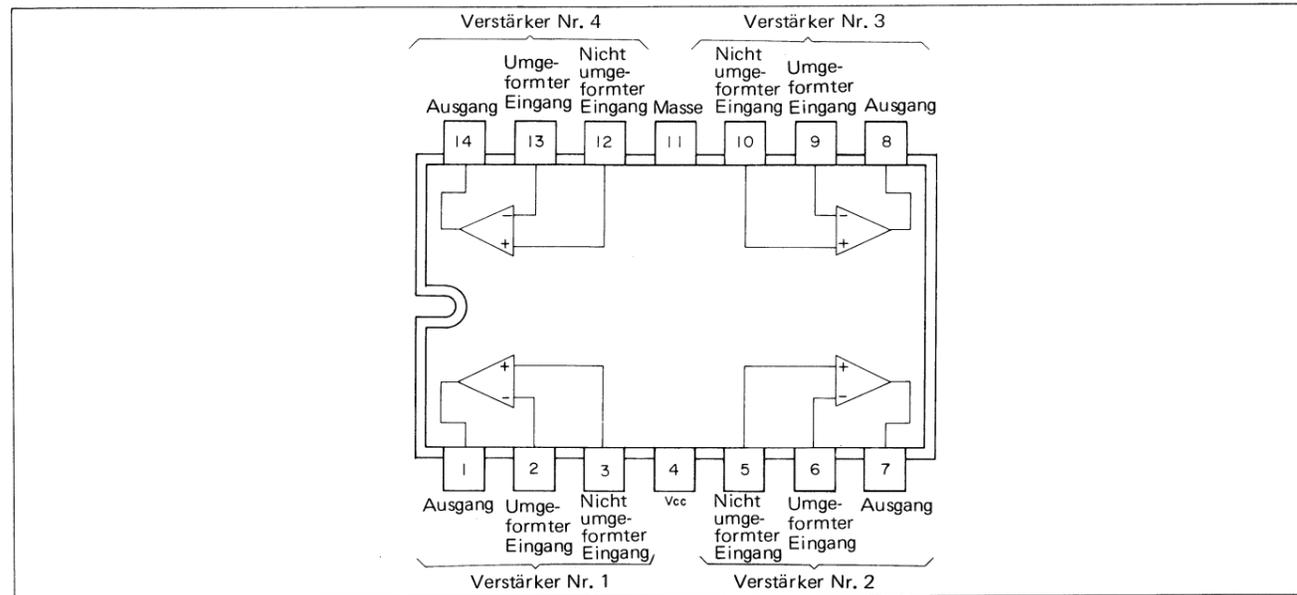

Abbildung 13-1 BETRIEBSVERSTÄRKER
Abbildung 13-1 zeigt eine Draufsicht des Betriebsverstärkerkreises (integrierte Schaltung), die für das Modell ST-5100H verwendet wird. In diesem integrierten Schaltkreis sind die Stifte ②, ⑥, ⑨ und ⑬ die umformenden Eingangsklemmen, die Stifte ③, ⑤, ⑩, und ⑫ die nicht umformenden Eingangsklemmen und die Stifte ①, ⑦, ⑧ und ⑭ die Ausgangsklemmen. Nachstehend wird das Verhalten eines der vier Betriebsverstärker, der aus den Stiften ①, ② und ③ besteht, beschrieben. Falls die Spannung am Stift ③ (Seite ⊕) höher ist als diejenige am Stift ② (Seite ⊖), entsteht am Stift ① eine Ausgangsspannung; im umgekehrten Falle entsteht am Stift ① jedoch kein Ausgang. Mit anderen Worten wird nur dann eine Ausgangsspannung am Ausgangsstift erzeugt, wenn die Spannung am umformenden Eingangsstift höher ist als diejenige am nicht umformenden Eingangsstift; dasselbe Prinzip gilt auch für die drei anderen Betriebsverstärker im integrierten Schaltkreis. Die obigen Ausführungen erleichtern das Verständnis des Inhalts des nächsten Abschnittes "Beim Verstimmen des Gerätes".
(1) Falls die Spannung am Stift ⑦ des IC101 höher ist als die Bezugsspannung (wenn die auf der Skala angezeigte Spannung niedriger ist als die zum Abstimmen vorgesehene Frequenz):
Die Spannung des Stiftes ⑦ des IC101 wird den Stiften ⑥ und ⑬ des IC502 und die Bezugsspannung den Stiften ⑤, ⑩ und ⑫ des IC502 zugeleitet. Die Stifte ⑤, ⑥ und ⑦ des IC502 bilden einen Betriebsverstärker; die Stifte ⑤ und ⑥ sind der Eingang und der Stift ⑦ ist der Ausgang. (Siehe Abbildung 13-1.)
Ist nun die Spannung am Stift ⑥ des IC502 höher als die Bezugsspannung (am Stift ⑤), entsteht am Ausgangsstift ⑦ des IC502 kein Ausgang, so daß die Leuchtdiode LED508 (UKW-Mittenabstimmmanzeige) nicht aufleuchtet. Außerdem wird die dem Stift ⑬ des IC502 zugeleitete Spannung zum Betriebsverstärker weitergeleitet, der aus den Stiften ⑫, ⑬ und ⑭ des IC502 besteht. (Siehe Abbildung 13-1.) Da die Spannung an diesem Stift ⑬ höher ist als die Bezugsspannung (am Stift ⑫), wird am Ausgangsstift ⑭ keine Spannung erzeugt – tatsächlich wird eine sehr geringe Spannung von 0,6 V erzeugt, die aber in Hinsicht auf das Aufleuchten der An-
zeigen vernachlässigt werden kann. Die Spannung am Stift ⑭ wird dann über den Widerstand R509 dem Stift ⑨ zugeleitet, und da am Ausgangsstift ⑧ des aus den Stiften ⑧, ⑨ und ⑩ gebildeten Betriebsverstärkers (siehe Abbildung 13-1) eine Spannung erzeugt wird, leuchtet die Leuchtdiode LED506 (UKW-Mittenabstimmmanzeige) auf. Beim Aufleuchten der Leuchtdiode LED506 wird über die Diode D509 und den Widerstand R526 der Basis des Transistors Q504 eine Vorspannung zugeleitet. Dadurch wird er Q504 eingeschaltet und der Q503 ausgeschaltet, so daß das Mittlere Segment der UKW-Mittenabstimmmanzeige, d.h. die Leuchtdiode LED508, nicht aufleuchten kann.
(2) Falls die Spannung am Stift ⑦ des IC101 niedriger ist als die Bezugsspannung (wenn die auf der Skala angezeigte Frequenz höher ist als die zum Abstimmen vorgesehene Frequenz):
Bei Abstimmung des Gerätes besteht kein Potentialunterschied zwischen den Stiften ⑦ und ⑩, die beide mit dem UKW-ZF-Verstärker und integrierten Detektor-Schaltkreis (IC101) in Verbindung stehen, das heißt, dieselbe Spannung von 5,7 V wird an diesen beiden Stiften erzeugt. Die Spannung des Stiftes ⑦ des IC101 wird den Stiften ⑥ und ⑬ des IC502 zugeleitet, während die Spannung am Stift ⑫ des IC101 den Stiften ⑤, ⑩ und ⑫ des IC502 zugeleitet wird. (Einzelheiten über den Signalfluß sind aus der Abbildung 13-1 des Ersatzstromkreises des IC502 im Abschnitt "Beim Verstimmen des Gerätes" ersichtlich.)
Dabei wird die Spannung des Stiftes ⑮ am AM-HF/ZF-Verstärker und integrierten Detektor-Schaltkreis (IC301) dem Stift ③ des IC502, dann dem aus den Stift ③, ② und ① gebildeten Betriebsverstärker (siehe Abbildung 13-1) zugeleitet. Die dadurch am Stift ① erzeugte Spannung wird zum Stift ⑧ des IC501 weitergeleitet. Für die anschließenden Betriebsvorgänge ist der Signalfluß derselbe wie im vorigen Abschnitt "Bei Einstellung des Gerätes auf UKW-Empfang".